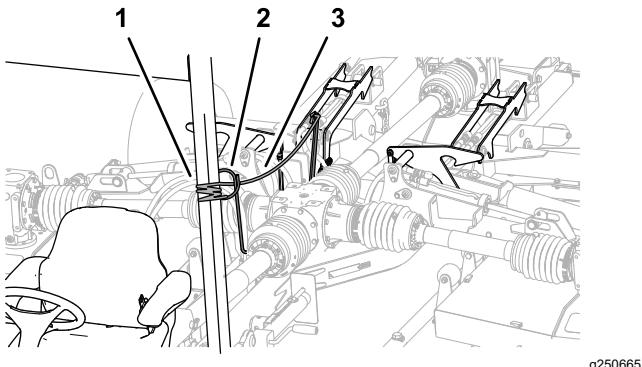

Figura 34
1. Disponete la fune di bloccaggio del piatto di taglio dalla guida del flessibile verso il sedile dell'operatore (Figura 34).
2. Legate la fune a un componente dello chassis fisso del veicolo di traino, come il tubo del ROPS (Figura 34).